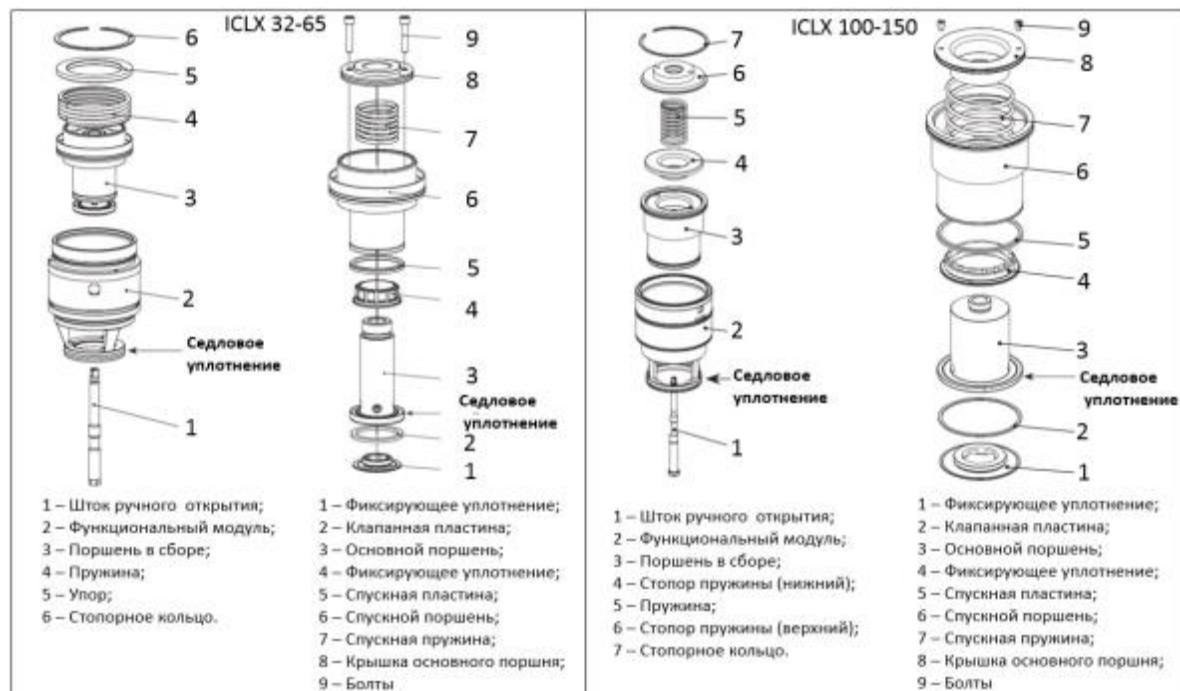
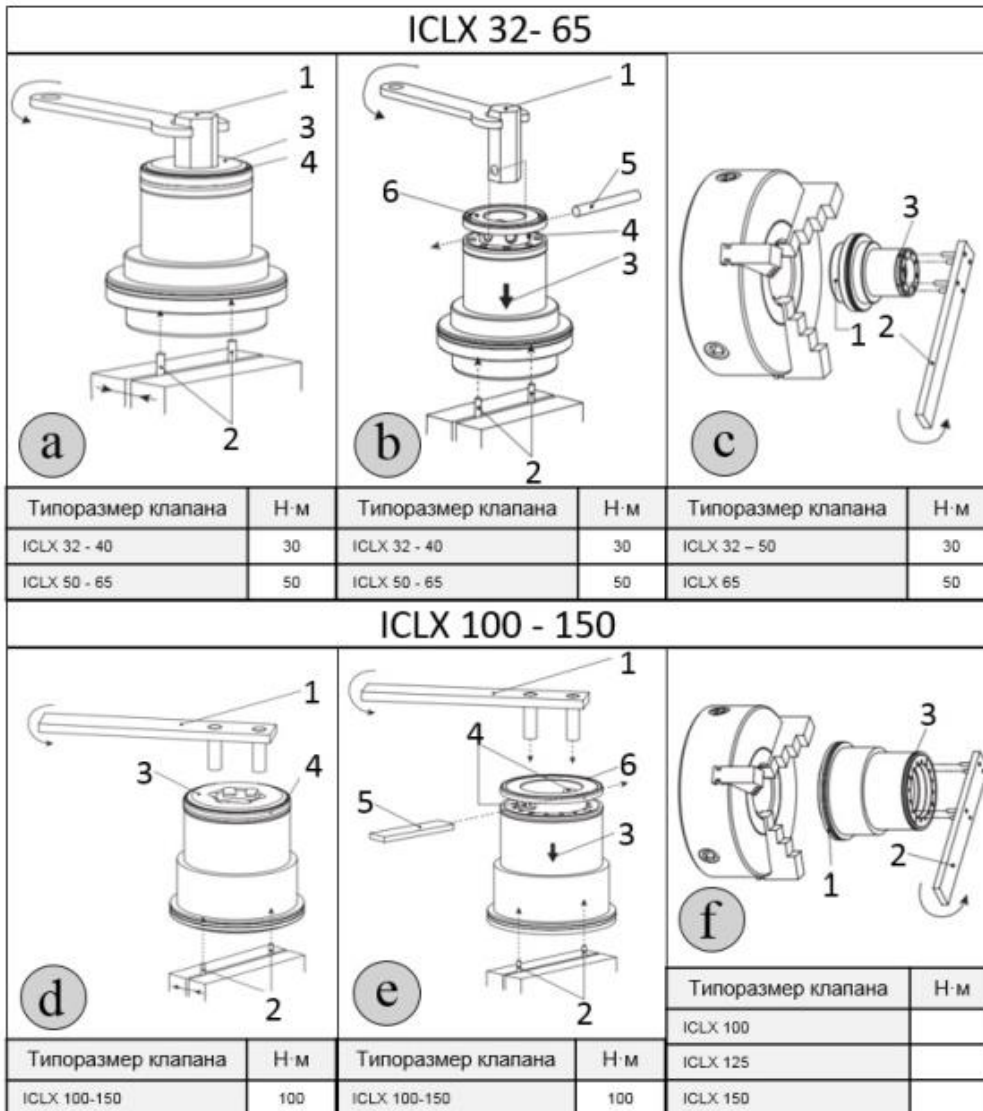

Рис. 4 Функциональный модуль клапана ICLX 32 - 150
Рис. 5 Функциональный модуль клапана ICLX 32 - 150
- Функциональный модуль и поршень в сборе могут быть разобраны в соответствии с рисунком 4. Будьте осторожны при снятии стопорного кольца (рис. 4, поз. 6), т.к оно будет подвергаться воздействию усилия сжатой пружины (рис. 4, поз. 4).
Можно заменить две клапанные пластины из PTFE (рис. 4, поз. 2 и 5) согласно рисунку 5 и следующим указаниям:
Для клапанов типа ICLX 32 – 40 соответствующим инструментом служит пустотелый шестигранник, устанавливаемый на наружный (охватываемый) шестигранник (рис.5а)
Для обеспечения стопа при отвинчивании фиксирующего уплотнения рекомендуется установить два закрепленных в тисках стальных шплинта (рис. 5а и 5d, поз. 2), которые подходят для охватывающих шестигранных отверстий под болты с шестигранной головкой (рис. 4, поз. 9).
Для разборки последнего фиксирующего уплотнения рекомендуется использование оправки с трехточечным упругим креплением, чтобы предотвратить деформацию поверхностей (рис. 5с и 5f). Осторожно закрепите поверхность (поз.1) спускового поршня на оправке. Зафиксируйте оправку во избежание ее вращения и отвинтите фиксирующее уплотнение предназначенным для этого инструментом (поз.2).
- Для клапанов ICLX 32 – 65. Заменить два болта (рис. 4, поз. 9), при этом функциональный модуль остается в корпусе клапана.
- Для клапанов ICLX 100 – 150. Снять стопорное кольцо, верхний стопор пружины, пружину и нижний стопор пружины (рис. 6). Заменить два болта (рис. 4, поз. 9), при этом функциональный модуль остается в корпусе клапана.